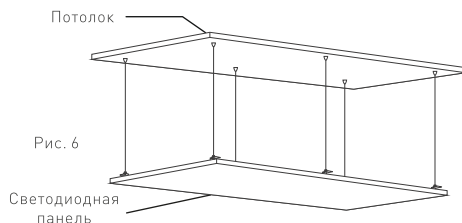

Рис. 6
6. Отрегулируйте требуемую высоту установки светильника с помощью цапгового зажима регулятора. Для освобождения троса утапливайте малую втулку в корпус регулятора как показано стрелкой на рисунке 5 и регулируйте положение троса. Выровняйте светильник в горизонтальной плоскости (Рис. 6).